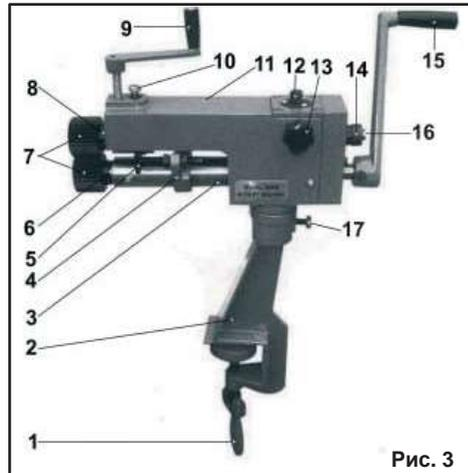

Рис. 3
6. УСТРОЙСТВО (Рис. 3)
7.2. Зафиксируйте стопорный болт (17) (Рис. 3).
7.3. Установите рукоятку приводную (15) на хвостовик ведущего вала станка (6) и зафиксируйте ее винтом на рукоятке (15) (Рис. 3).
7.4. Установить рукоятку регулировочную (9) на станок (Рис. 3).
8.2. Регулировка положения верхнего ролика (Рис. 3).
8.3. Регулировка горизонтального положения верхнего ролика (Рис. 3).
8.4. Регулировка стопоров ширины кромки (Рис. 3).
9.1. Установите станок на устойчивое основание (стол или верстак), прикрутив его зажимной ручкой (1). Ослабив стопорный болт (17), поверните станок на угол, необходимый для проведения технологической операции вокруг
горизонтальной оси. Зафиксируйте это положение стопорным болтом (17) (Рис. 3).
10.2. Смажьте ведущий вал (6) через масленки, установленные на кожухе (3), жидким маслом (Рис. 3).